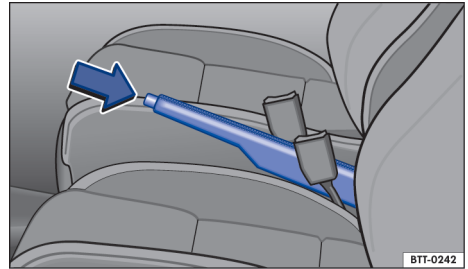

Fig. 130 Entre os bancos dianteiros: freio de estacionamento.
- Puxa ligeiramente a alavanca do freio de estacionamento para cima e pressione o botão bloqueador no sentido da seta → Fig. 130.